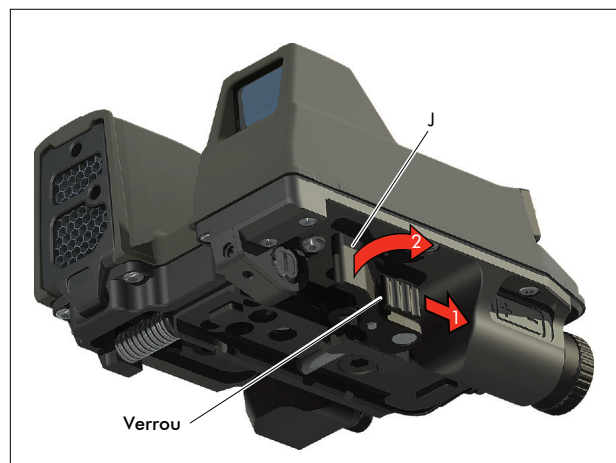

Fig. 3.a - Ouvrir le levier (J)
- Tirer le verrou vers l'arrière pour déverrouiller le levier (J) (voir Fig. 3.a).
- Ouvrir le levier (J) (voir Fig. 3.a).
- Positionner la FN[®] FCU Mk3 sur le rail supérieur du fusil (tenon sur la FN[®] FCU Mk3 venant entre les tenons n° 3 et 4 du rail supérieur) (voir Fig. 3.b).
- Fermer le levier (J) pour verrouiller la FN[®] FCU Mk3 sur le rail, en s'assurant que la pince (H) est correctement positionnée (voir Fig. 3.b).
- Pousser le verrou vers l'avant pour verrouiller le levier (J) en position.